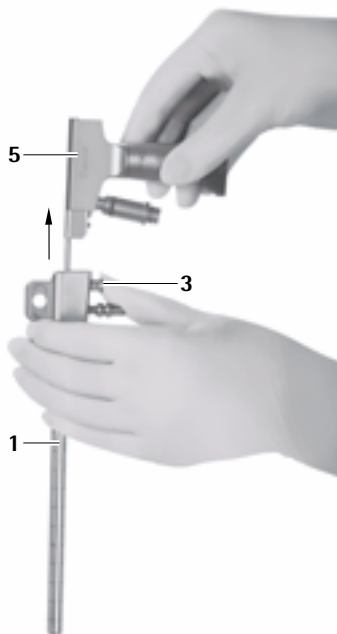

Рис. 8
- нажать деблокирующую кнопку 3 и извлечь эндоскоп 5 из троакара MINOP inVent 1, см. Рис. 8.